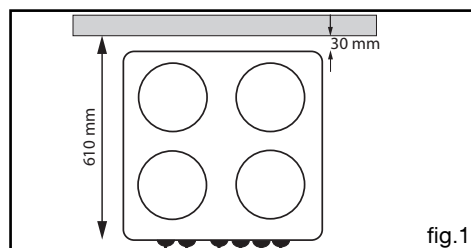

fig.1
- Les échauffements produits par son fonctionnement classent cette cuisinière en classe 1 (appareil isolé) ou en classe 2 - sous classe 1 (incorporable ou non incorporable, fig.1), selon norme gaz :
Vous devez respecter la cote d'encastrement suivante (fig.1, vue de dessus):